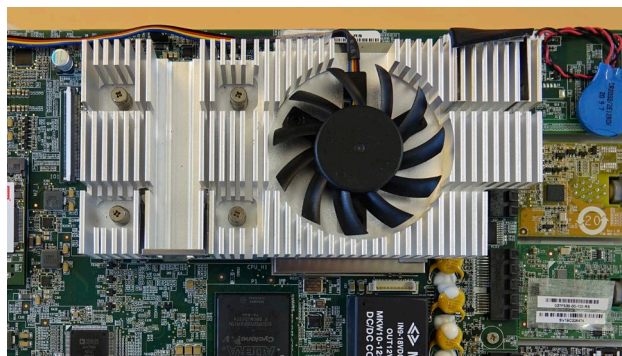

図25 ファンを取り付ける
e) ケーブルがディスプレイ装置の上端に向くように新しいファンを取り付ける(図25)